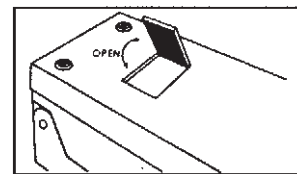

figura 3
- 3 - Coloque el conmutador en la posición adecuada que corresponde al tipo de pila. Por ejemplo, "D" es la posición para cargar 2 pilas tipo "D". La otra posición es para cargar respectivamente las 2 pilas "AA", "AAA" y "C" (figura 3).